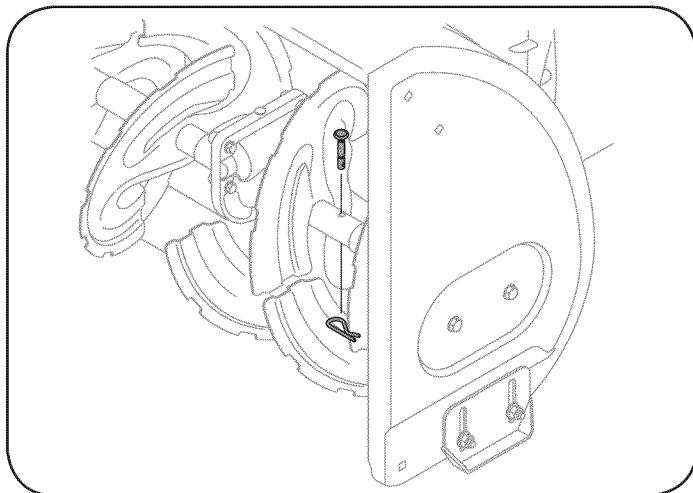

Figura 10
2. En el depósito de combustible hay un indicador de nivel. Llene el depósito hasta llegar al nivel de combustible del indicador. Vea el recuadro de la Figura 10. Tenga cuidado de no llenar en exceso.